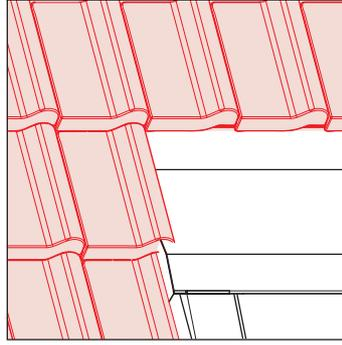
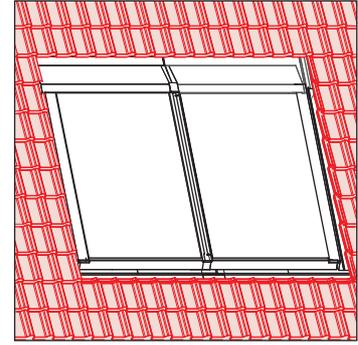

Fig. 3-65 Fase di lavoro 22
Fig. 3-66 Tetto finito e coperto
22. Applicare le tegole nell'angolo in alto a sinistra (fig. 3-65). La fig. 3-66 mostra un tetto finito e ricoperto.